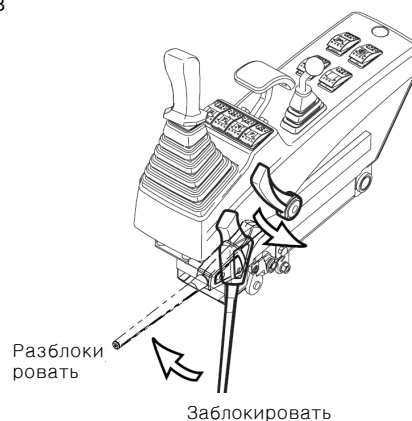

Рис. 21
3. Установить рычаг блокировки (рис. 21) в разблокированное положение (**UNLOCK**).